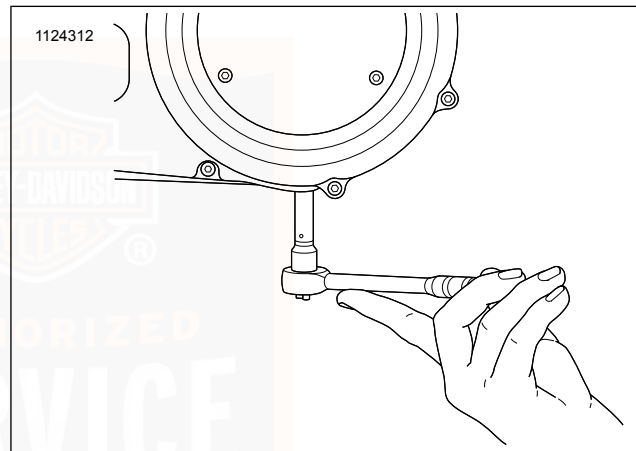

Abbildung 90. Ausbau/Einbau der Kettengehäuse-Ablassschraube
3. Siehe Abbildung 90. Das Primärkettengehäuse entleeren.